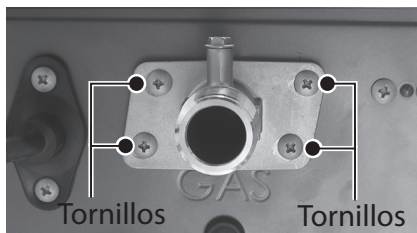

Figura 78 - Ubicación del conector de entrada de gas y tornillos
- 6 Ubique el conector de entrada de gas en la parte inferior del calentador de agua. Consulte la Figura 78. Retire los cuatro tornillos que fijan el conector de entrada de gas al gabinete del calentador de agua. Deje los tornillos a un lado en un lugar seguro para volver a instalarlos.